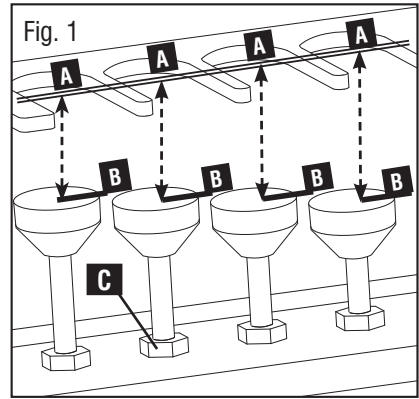

Fig. 1
Pour dimensionner un guide, mesurer à partir de la face supérieure de la surface d'appui de la sous-base de la toupie en (A), fig. 1, jusqu'à la pointe supérieure du guide correspondant (B) dessous. Pour ce faire, desserrer l'écrou hexagonal (C) et faire tourner le guide pour l'abaisser ou le remonter. Serrer l'écrou hexagonal pour fixer le guide.
Los calibres se miden desde la parte superior del apoyo de la subbase de la rebajadora en (A) Fig. 1 hasta la parte superior del calibre correspondiente (B) que está debajo. Para ajustar un calibre, afloje la tuerca hexagonal (C) y gire el calibre para levantarlo o bajarlo. Ajuste la tuerca hexagonal para mantener la medida.